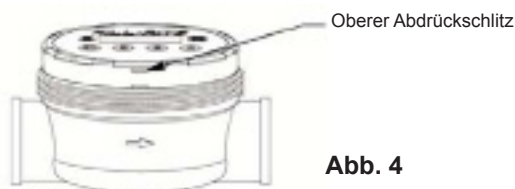

Abb. 4
2. Einen Flachklingenschraubendreher in den oberen Schlitz (siehe Abb. 4) einsetzen und das Elektronikmodul behutsam nach oben drücken.